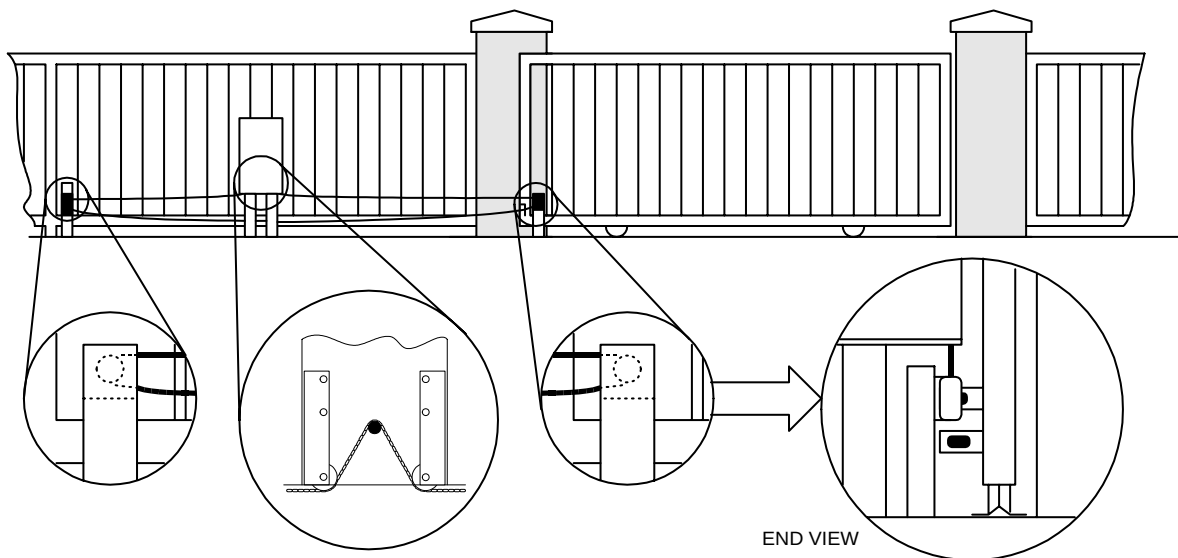

Figura 21
1. Instale una guía sin fin (p/n 2600-818) en cada extremo de apertura de la puerta (figura 21). Note que la puerta marche entre la cerca y la cadena en este tipo de instalación. **¡IMPORTANTE!** Estar seguro que cada ensambladura esté firmemente asegurada.
3. Encamine la cadena a través del operador de puerta: por debajo de la rueda guía y sobre la rueda de cadena (figura 21) y luego alrededor de ambas ensambladura de ruedas guía.